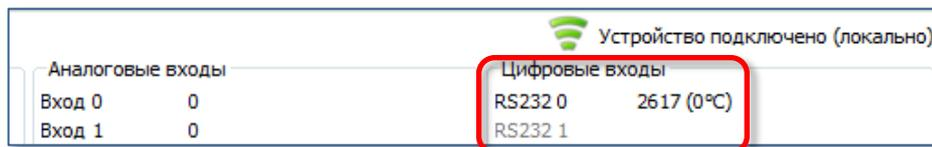

Рисунок 9. Проверка получения данных с входа RS232
2. убедитесь, что терминал получает информацию с датчика: для этого перейдите на вкладку «Устройство» Конфигуратора и проверьте наличие показаний, получаемых от ДУТ (Рис. 9):